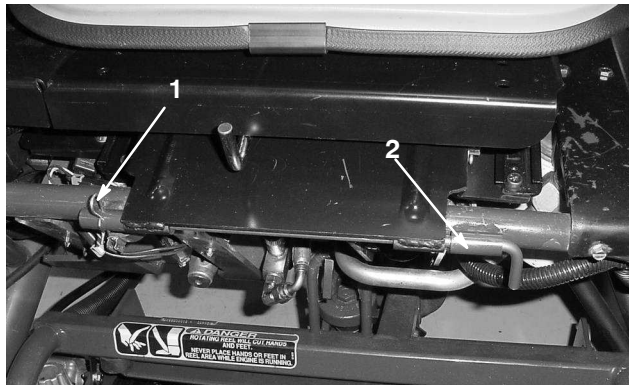

Bild 8
8. Montieren Sie den Sitz in der Betriebsstellung (Bild 8). Setzen Sie die Sitzdrehstange und den Rollstift ein.